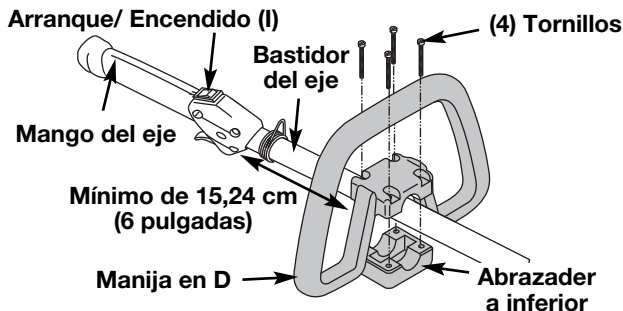

Fig. 1
1. Placez la poignée en D sur le corps de l'arbre et au-dessus de la bride inférieure (Fig. 1). Placez-la à au moins 15,24 cm (6 po) de l'extrémité de la prise de l'arbre.